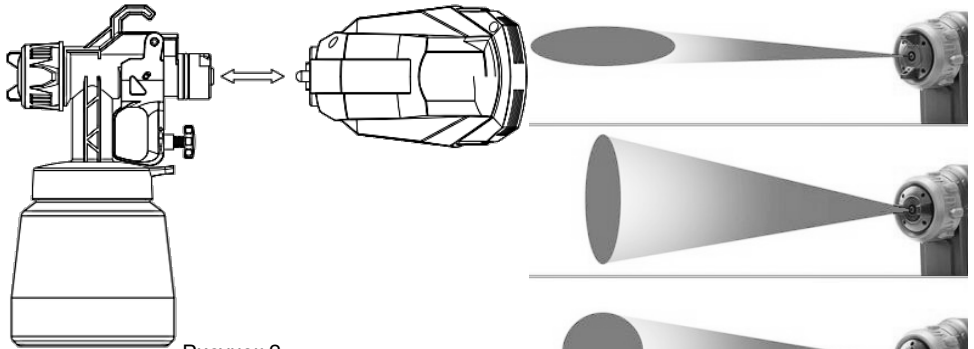

Рисунок 2
**4.4** Встановіть ємність з попередньо заповненою фарбою на виріб (дивіться рисунок 2).